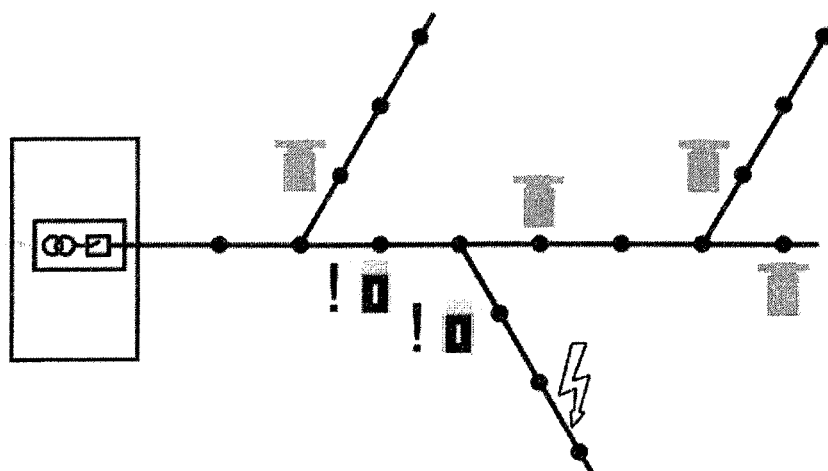

Рисунок 5 - Установка ИКЗ на ВЛ с длинной магистралью и длинными ответвлениями
- на линии с протяженной магистралью и длинными ответвлениями индикаторы устанавливаются в начале контролируемых ответвлений и на линии за местом разветвления (рисунок 5).
- ИКЗ-21М; ИКЗ-21Р устанавливаются под проводами на расстоянии 3-5 м или более от центра треугольника, образованного проводами (Рисунок 5);
- ИКЗ-22М; ИКЗ-22Р устанавливаются между нижними проводами так, чтобы флажки прибора находились на уровне нижних проводов, а верхний провод находился бы над серединой горизонтальной стороны (Рисунок 5);